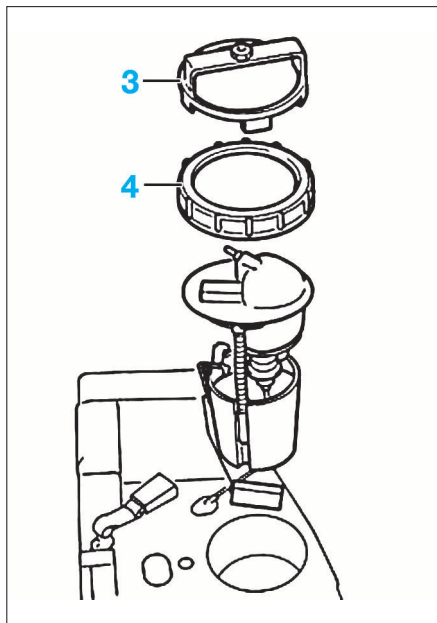

FIG. 17
- A l'aide de l'outil 1.870.736.000 Fiat (3) ou équivalent, dévisser la bague de serrage (4) maintenant la pompe (Fig.17).